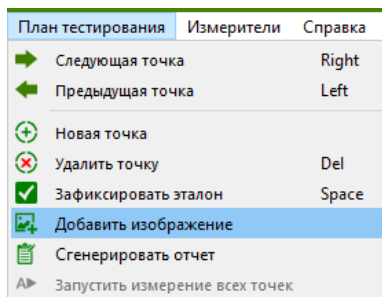

Рисунок 30. Пункт меню "План тестирования" ПО EPLab.
4. В меню "План тестирования" (Рисунок 30) выберите пункт "Добавить изображение" и укажите путь к изображению эталонной платы. Данный пункт можно пропустить, если